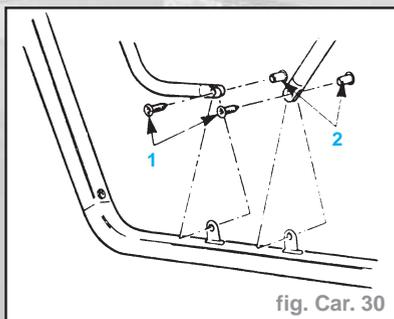

fig. Car. 30
- Le cadre du toit à la partie latérale de la carrosserie, insérer les écrous (2), puis poser les vis (1) - (fig. Car. 30).
- Déposer le cadre du toit de la partie latérale de la carrosserie - vis (1) et écrous (2) (fig. Car. 30).